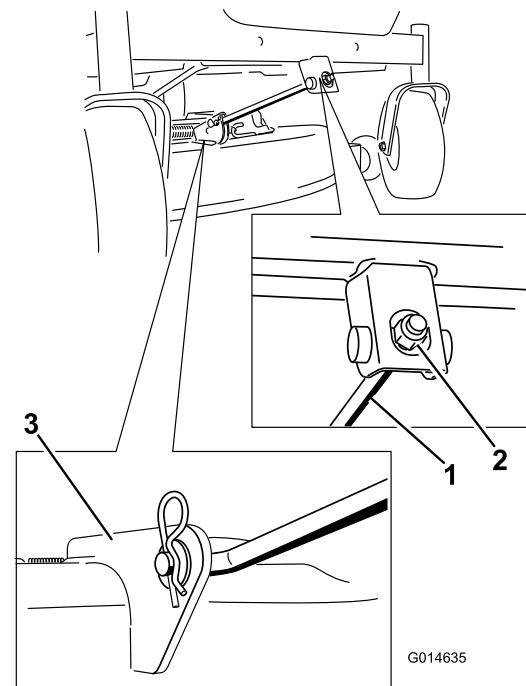

Figura 68
- 5. Rimuovete il perno con testa dall'asta di supporto frontale e rimuovete l'asta dalla staffa del piatto di taglio (Figura 68).
- Montate l'asta di sostegno anteriore sul piatto di taglio con il perno con testa e la coppiglia a forcina (Figura 68).